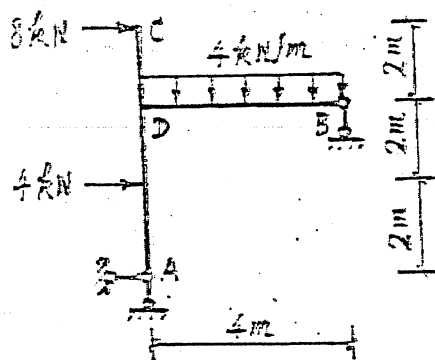

图 2
- 2、图 2 所示结构中, BD 杆的 D 端剪力 $V_{DB} =$ _____。